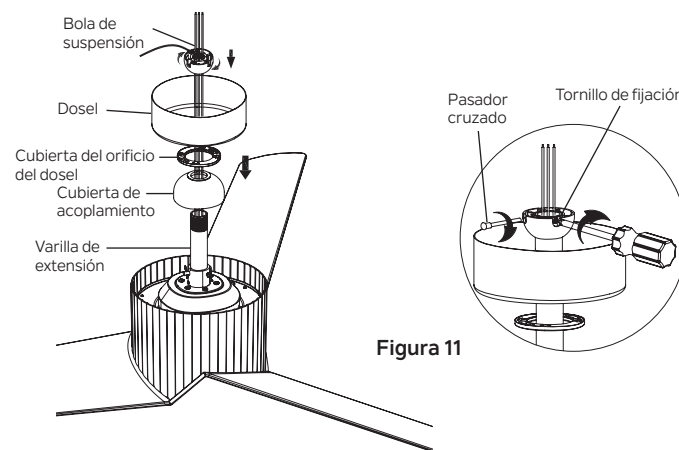

Figura 11
Paso 5. Deslice la cubierta del acoplamiento, la cubierta del orificio del dosel y el dosel sobre la varilla de extensión. Vuelva a instalar con cuidado la bola de suspensión en la varilla. Asegúrese de que el pasador transversal esté en la posición correcta y que el tornillo de fijación esté apretado y que los cables no estén torcidos. (Figura 11)